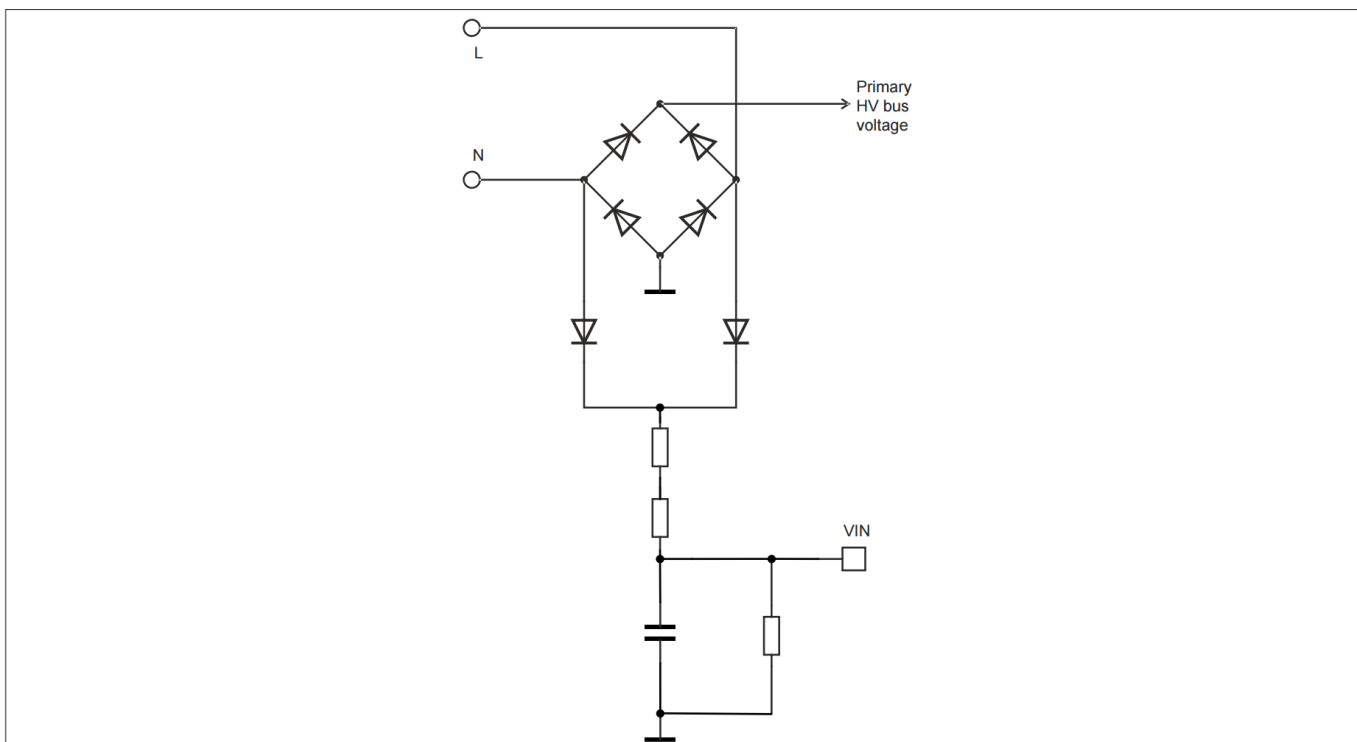
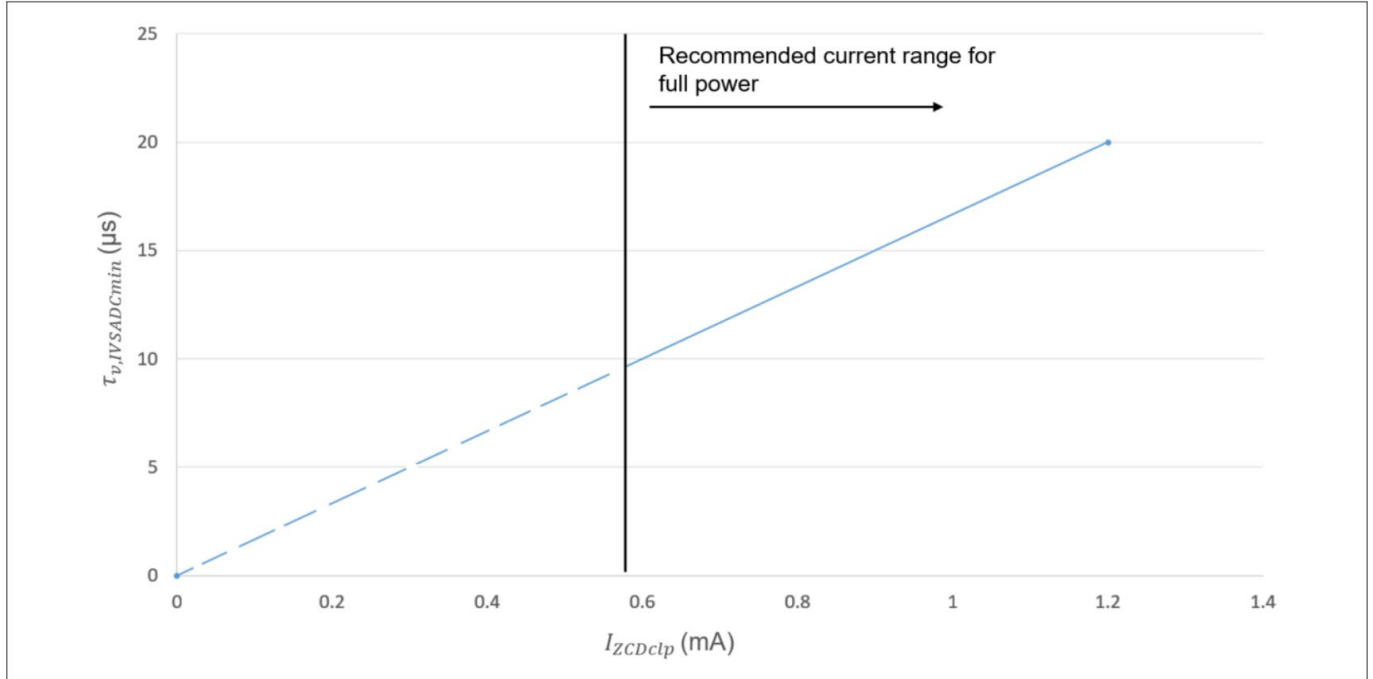
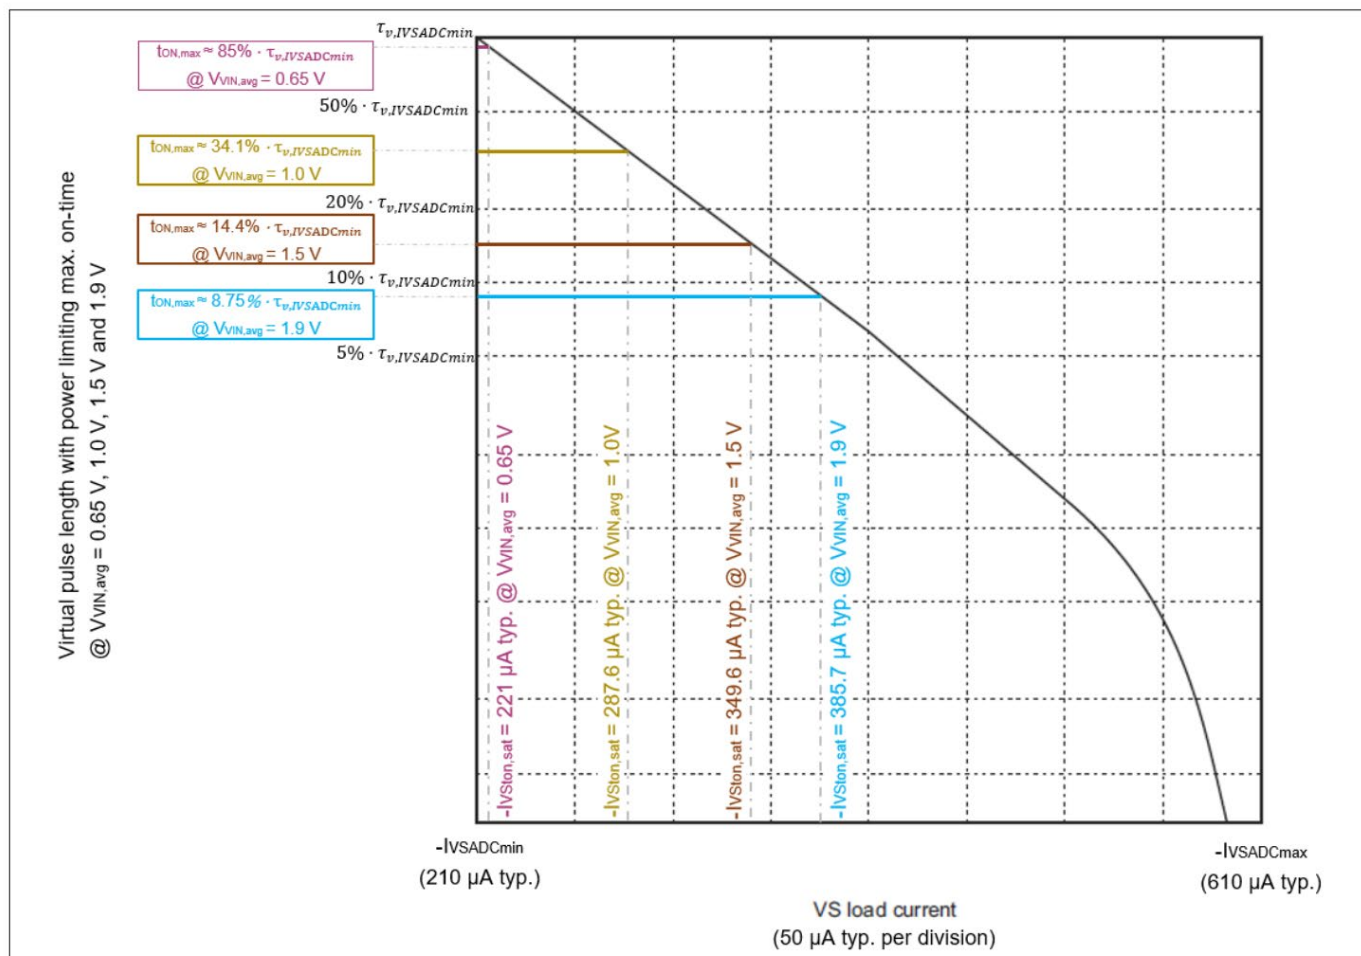

图 6 V_{IN} 引脚电路
图 14 $I_{VSADCmin}$ 时的虚拟脉冲长度 $\tau_{v,IVSADCmin}$ 与 ZCD 峰峰值稳定箝位电流 I_{ZCDclp} 的关系
图 15 具有功率限制最大导通时间效应的虚拟脉冲长度映射
1. 根据 $I_{ZCDclp} = 1.2 \text{ mA}$ ，得出 $\tau_{v,IVSADCmin} = 20 \mu\text{s}$ ，如图 14 所示。
对于 $t_{ON,max}$ 的估算，需要注意的是，当应用图 6 中的输入电压检测电路时， $\tau_{v,IVSADCmin}$ 会随不同的 $V_{VIN,avg}$ 电平而变化。这是因为 $\tau_{v,IVSADCmin}$ 的比例取决于图 14 中的 I_{ZCDclp} ，而 I_{ZCDclp} 则取决于输入电压，这在 ZCD 引脚信号检测中已有说明。
当 $V_{VIN,avg}$ 处于欠压掉电平（典型值 0.44 V）至约 0.6 V 的范围内时，功率限制被禁用，此时 $t_{ON,max} = \tau_{v,IVSADCmin}$ 。如图 15 所示，当 $V_{VIN,avg}$ 处于输入欠压恢复电平（ $V_{BI} = 0.65 \text{ V typ.}$ ）时，功率限制启用， $t_{ON,max} = \tau_{v,IVSADCmin}$ 的 85%。例如，如果输入欠压恢复电平下所需的 $t_{ON,max}$ 为 $17 \mu\text{s typ.}$ ，则需要 $\tau_{v,IVSADCmin} = 17 \mu\text{s} / 85\% = 20 \mu\text{s}$ 。根据图 14，当施加 $I_{ZCDclp} = 1.2 \text{ mA}$ 时， $\tau_{v,IVSADCmin} = 20 \mu\text{s}$ 。因此，要在输入欠压恢复电平下达到 $t_{ON,max} = 17 \mu\text{s typ.}$ ，应将 R_{ZCD} 的尺寸设计为在输入欠压恢复电平处产生 $I_{ZCDclp} = 1.2 \text{ mA typ.}$ 。